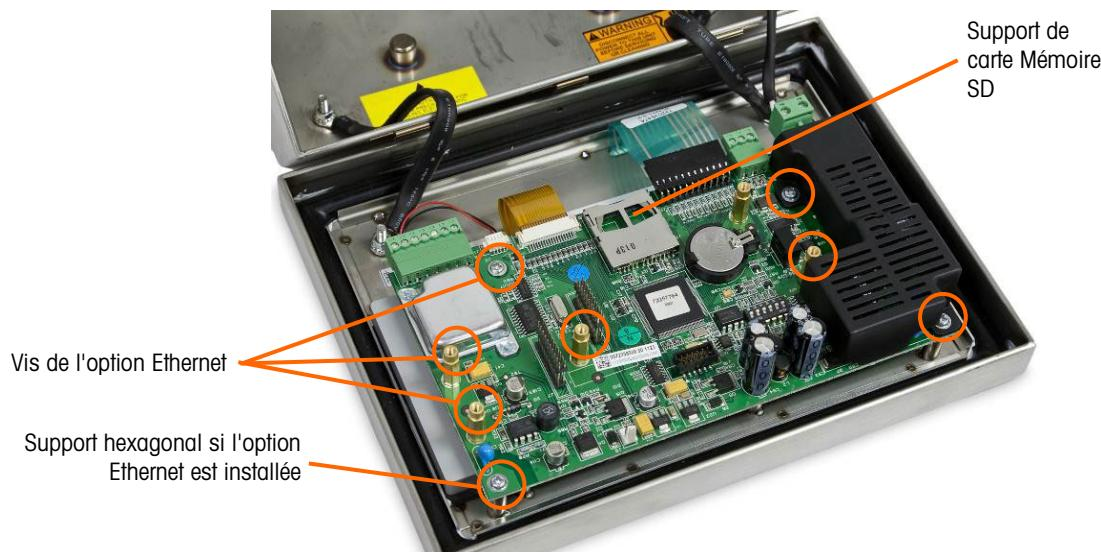

Figure 5-14 : Vis de montage de la carte principale, version analogique
- Dévissez et démontez les quatre vis maintenant la carte principale sur l'enceinte. Leur emplacement est encerclé sur la Figure 5-14. Si l'option Ethernet a été installée, une vis sera remplacée par un support hexagonal. Utilisez un tourne-écrous de 6 mm ou un tournevis plat pour démonter le support hexagonal sur l'emplacement noté.
- Si une carte mémoire SD est installée, appuyez dessus pour la désolidariser du support et retirez-la, et conservez la carte devant être installée sur la carte principale de remplacement. Reportez-vous à la Figure 5-9 ou à la Figure 5-14 pour l'emplacement du logement de la carte mémoire SD.
2. Positionnez la carte principale sur les quatre orifices de vis de l'enceinte du terminal identifiés sur la Figure 5-14.
3. Installez les quatre vis. Veuillez noter que si l'option Ethernet doit être utilisée, une des vis doit être remplacée par un support hexagonal. Reportez-vous à la Figure 5-14 pour l'emplacement du support hexagonal.